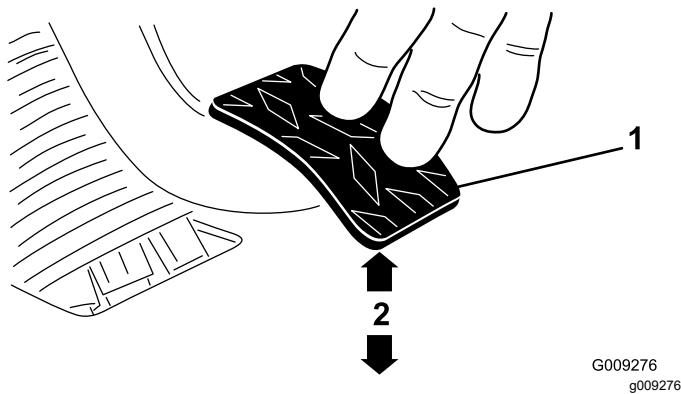

Figura 62
3. Ajuste las contratueras o la articulación esférica hasta que el borde trasero del pedal del embrague esté a 9.2 mm – 9.8 cm (3⁵/₈" – 3⁷/₈") del borde superior del dibujo a rombos de la chapa de suelo al aplicar una fuerza de 1.8 kg (4 libras) al pedal (Figura 62).